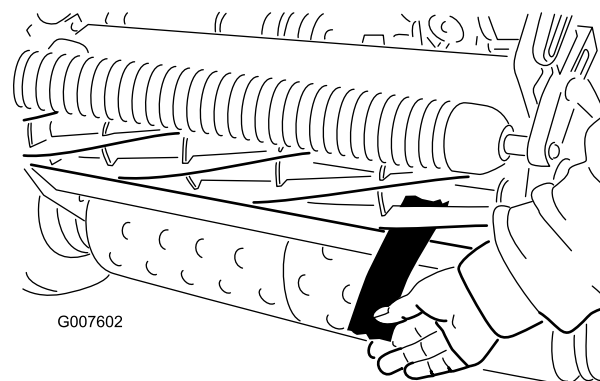

図 40
4. リール前面の左右いずれかの端を選び、リールと下刃の間に、長く切った新聞紙片を差し入れる (図 40)。リールをゆっくり前回転させながら下刃調整ネジを締める (新聞紙を入れた側の調整ネジを、1目盛りずつゆっくりと)。新聞紙を前から (ベッドナイフの上面に平行に) 入れると軽く挟ま
6. 両側の調整ができれば最終確認を行う：紙片をリールの前から差し込んだ時にははさみだけ、下から差し込むと切れるのが正しい調整である (図 40)。リールと下刃のごくわずかの接触で紙が切れなければいけない。接触を強くしないと切れない (リール回転トルクが0.08 kg.m以上) 場合には、鋭利な刃先を取り戻して精密なカットができるようにバックラップか研磨を行うことが必要 (Toro研磨マニュアルを参照。)